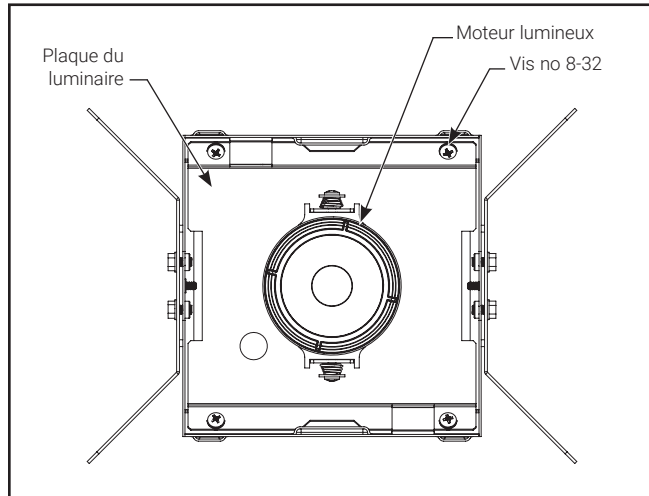

Figure 10.
6. Fixez la plaque du luminaire au boîtier avec des vis à formage de filets n° 8-32. Assurez-vous que les fils ne se coincent pas le long des bords de la plaque et ne s'inclinent pas vers le haut. Une fois les connexions établies, poussez le moteur lumineux avec la plaque du luminaire vers le haut (Figure 10).